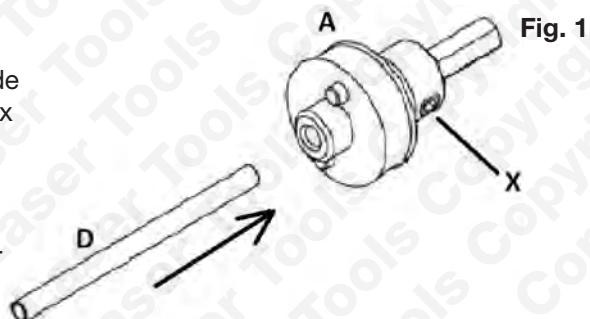
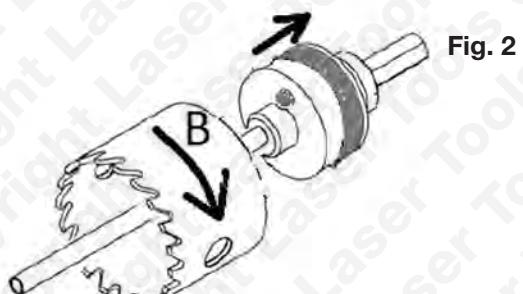

Fig. 1
Fig. 2
- Assembler le mandrin (A), l'outil tranchant (B) et l'arbre de guidage (D) comme illustré aux **Fig. 1 et 2**.
- Desserrer la vis (X) et insérer l'élément D.
- Serrer la vis (X) pour maintenir l'élément D.
- Installer l'outil tranchant (B) en tirant le collier du mandrin vers l'arrière pour que les 2 goupilles se rétractent, puis visser l'outil tranchant à fond sur le mandrin.
- Dégager les goupilles et tourner lentement l'outil tranchant dans le sens antihoraire jusqu'à ce que les goupilles s'enclenchent. Voir **Fig. 2**.